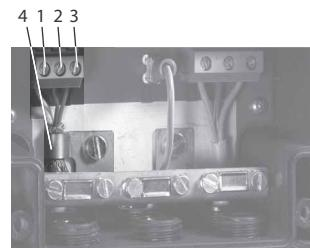

Fig. 5 GENibus-tilslutning
Forsigtig For at sikre stabil og pålitelig kommunikation skal kabelskærmen til GENibus-tilslutning altid forbindes til jordbøjlen. Se fig. 5, pos. 4.
3. Løsn jordbøjlen (fig. 5, pos. 4).
4. Tilslut lederne til klemme A, Y og B (fig. 5, pos. 1, 2 og 3).
5. Tilslut kabelskærmen under jordbøjlen, og fastspænd jordbøjlen (fig. 5, pos. 4).